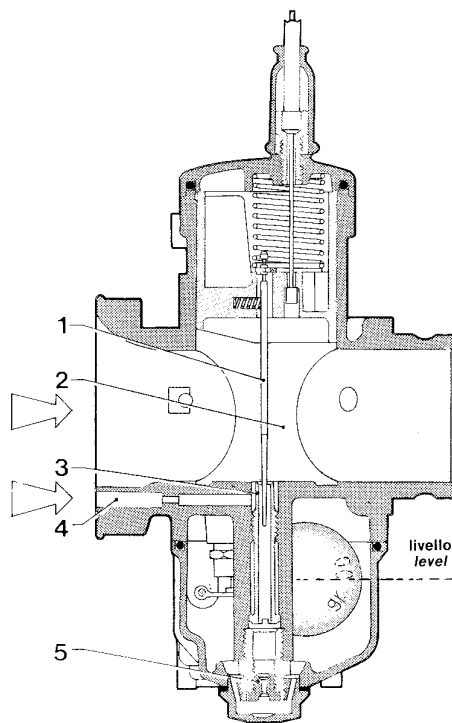

Fig. 17
In queste condizioni (fig. 17) il combustibile, tarato dal getto (5) e calibrato dalla sezione di sbocco del pulverizzatore (3) (sezione di area variabile per mezzo dello spillo conico) (1) viene emulsionato con l'aria proveniente dal canale (4) e dal condotto principale (2).
In this conditions (figure 17) the fuel, calibrated by the jet (5) and metered by the nozzle output (3) (variable section by means of the conical needle (1) is mixed with the air coming from the duct (4) main duct (2).